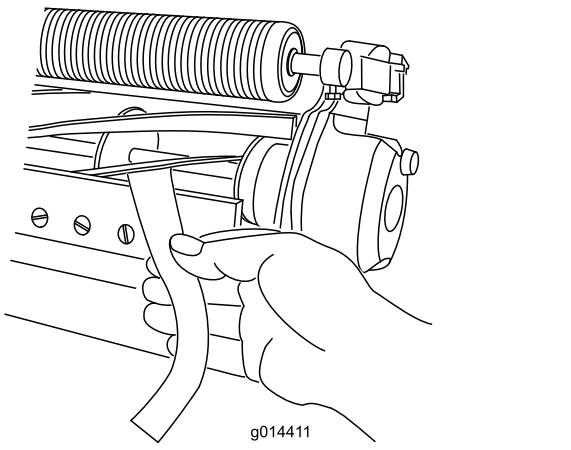

Figura 10
- Testate le performance di taglio inserendo una lunga striscia di carta per le performance di taglio tra il cilindro e la controlama, perpendicolarmente al cilindro e alla controlama (Figura 10). Lentamente ruotate il cilindro in avanti per tagliare la carta.